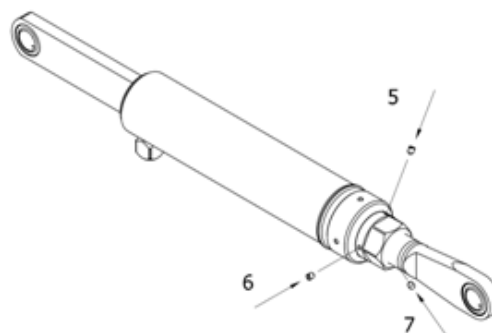

Bild 28. Skruva fast låsskruvarna
4. Skruva fast låsskruvarna (pos. 5, 6, 7, se Bild 28). Zepro rekommenderar att låsa skruvrna med Loctite 243 eller motsvarande.